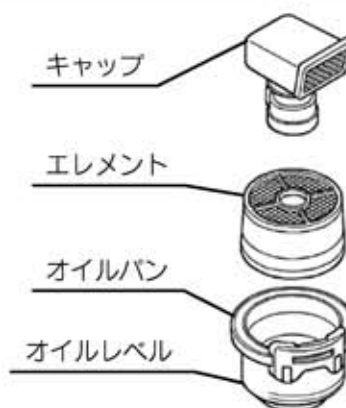

図35
② オイルが不足しているときは、オイルレベルまで補充してください。汚れがひどいときにはオイルパン・エレメント共、白灯油で洗浄しエレメントはエンジンオイルに浸し滴下しない程度に振り切ってください。(図35)
③ オイルパンはよく洗浄し、新しいエンジンオイル(SC級以上)をレベルまで入れてください。(図35)